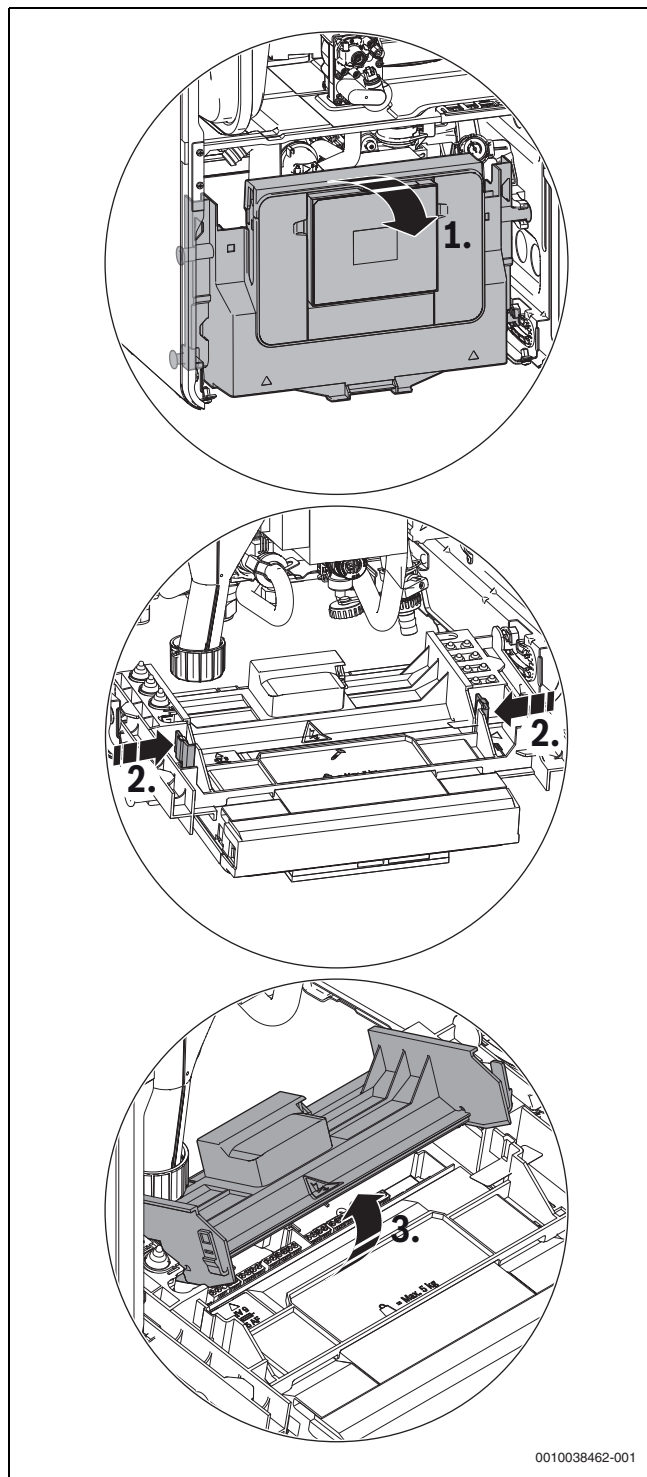

Рис. 44 Открытие пластиковой крышки
- Откиньте блок управления вниз (→ рис. 44).